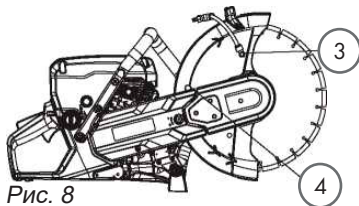

Рис. 8
Отсоедините ниппели водяного шланга и рукоятку защитного кожуха диска (3). Снимите стопор (4) (рис. 8).